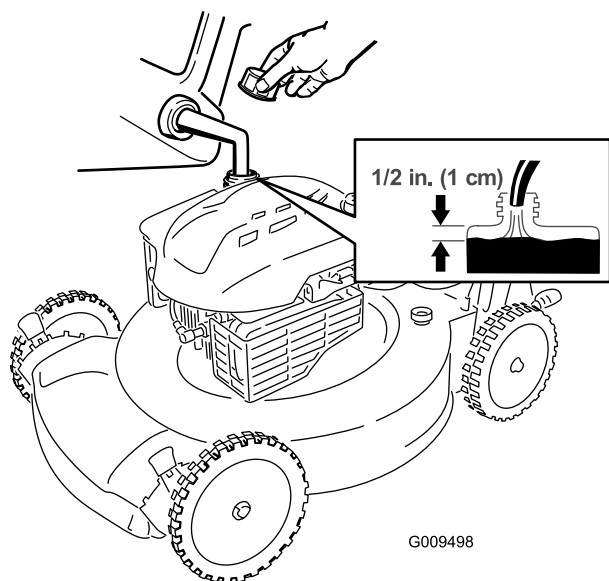

Рисунок 8
1. Очистите область вокруг крышки топливного бака и снимите ее (Рисунок 8).